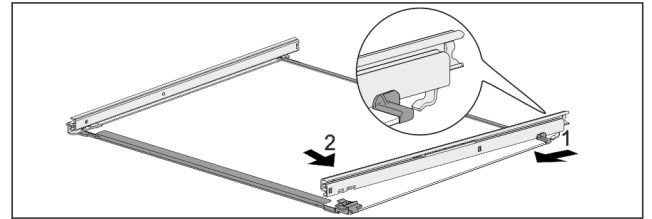

Fig. 121 Glasplatte mit Schienen
- ▶ Schiene hinten einhaken. Fig. 121 (1)
- ▶ Schiene vorne einrasten. Fig. 121 (2)